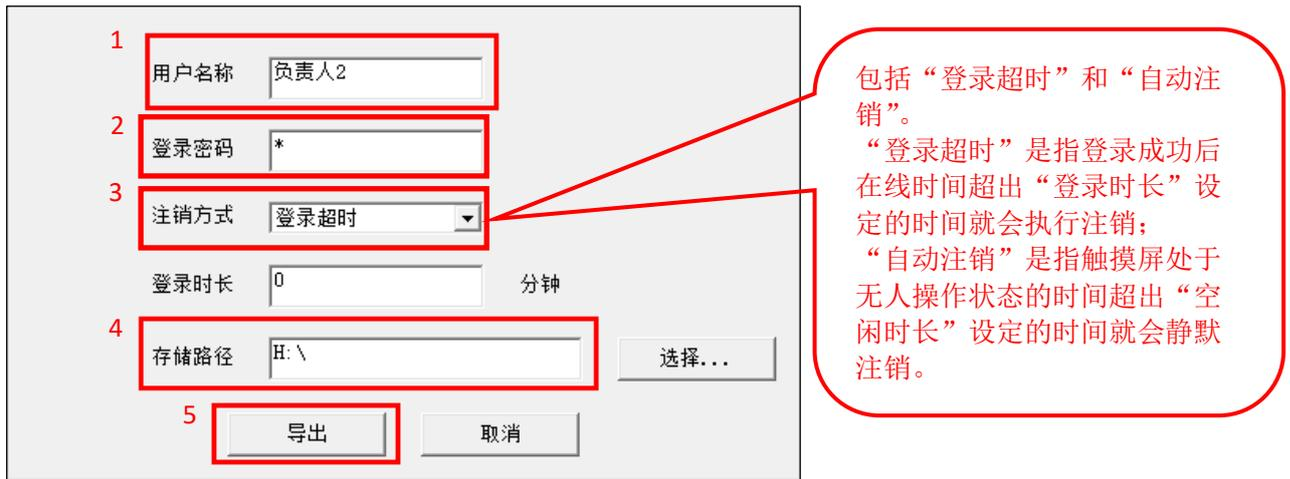

图 13.1-8 USB 密钥生成
- ② 电脑上插上 U 盘，选择导出为 U 盘路径即可在 U 盘上生成密钥，密钥文件为“McgsUserKey”。设置界面如图 13.1-8 所示。